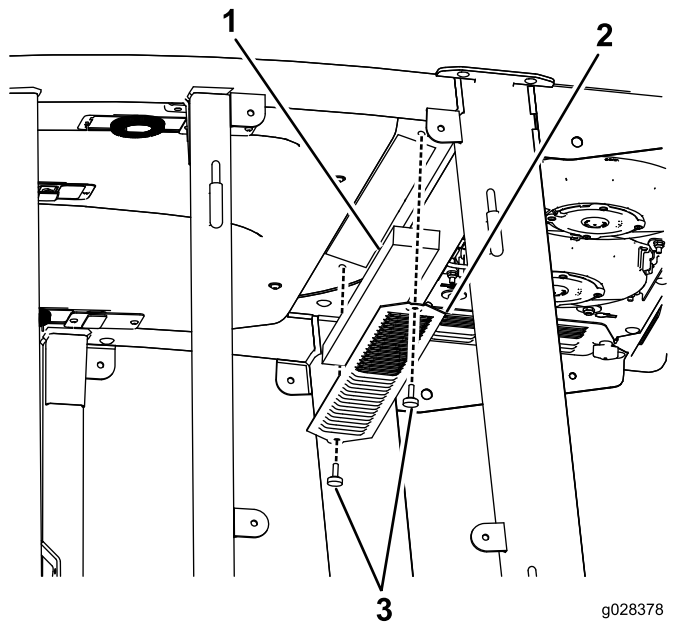
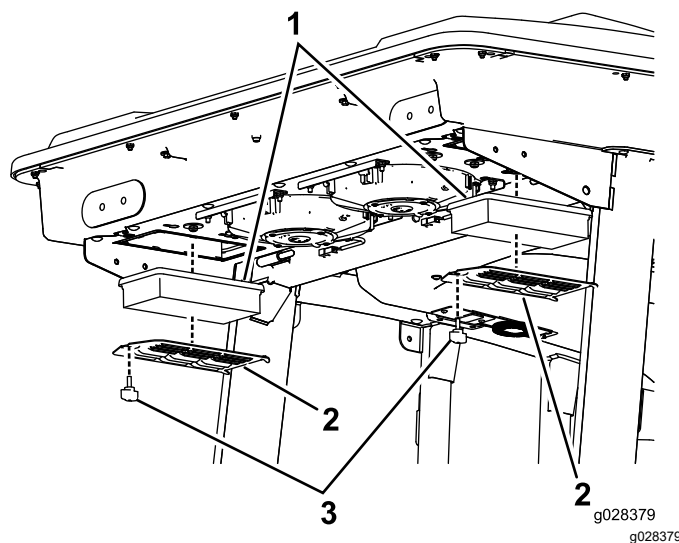
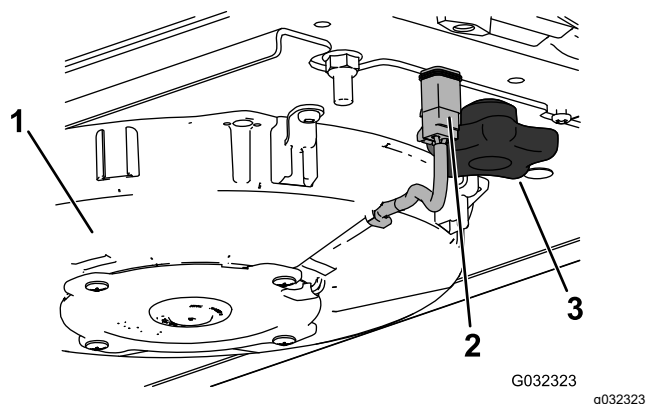
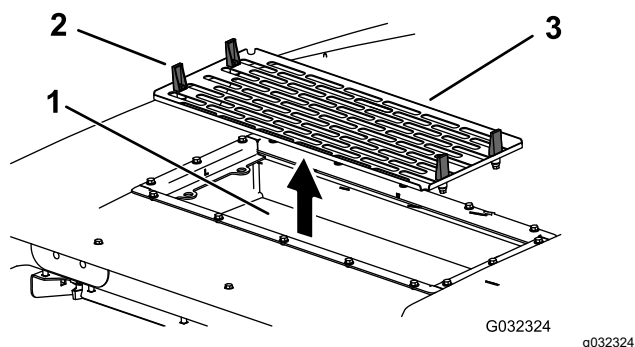

Рисунок 145
Рисунок 146
Рисунок 148
Рисунок 149
1. Выверните винты и снимите решетки у салонного и заднего воздушных фильтров кабины (Рисунок 145 и Рисунок 146).
- Снимите воздушные фильтры (см. Рисунок 146).
- Установите воздушные фильтры, сетку и вентилятор в сборе (Рисунок 146, Рисунок 148 и Рисунок 149).
7. Подсоедините провод к каждому вентилятору (Рисунок 148).